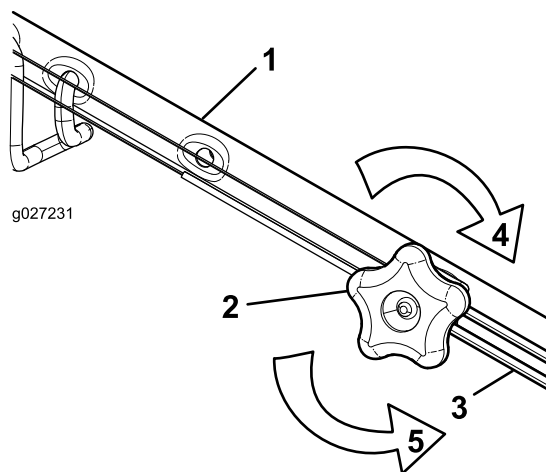

Figura 25
1. Ruotate la manopola di regolazione in senso antiorario per allentare la regolazione del cavo (Figura 25).
2. Regolate la tensione del cavo (Figura 25) tirandolo indietro o spingendolo in avanti e poi mantenendo quella posizione.